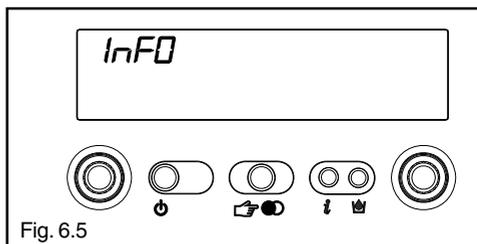

Fig. 6.5
Premendo il tasto  il display si spegne e compare solo la scritta **Info** (fig. 6.5).
- 0 visualizza la scritta Info (fig. 6.5)